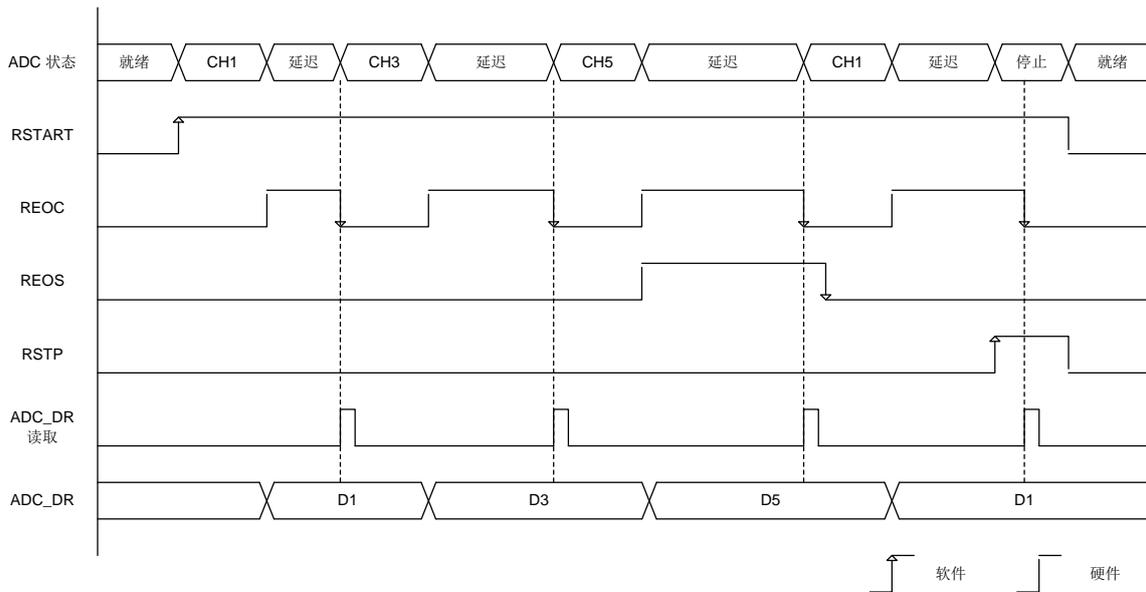

图 14-39 AUTODLY = 1，标准连续转换示意图
- ◆ 对于标准转换，需读取 **ADC_DR** 里的数据或清除 REOC。(可参照图 14-39)